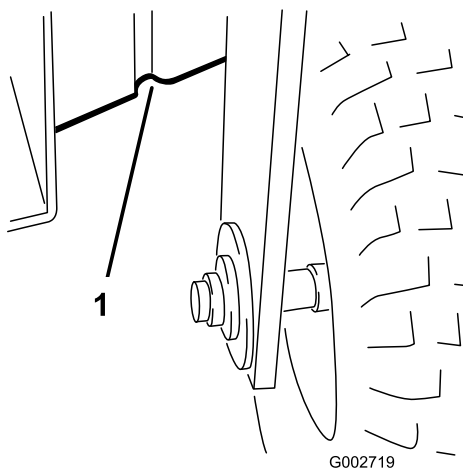

Bild 20
- Vorne: Unter dem Rahmen hinter dem Vorderrad (Bild 20).